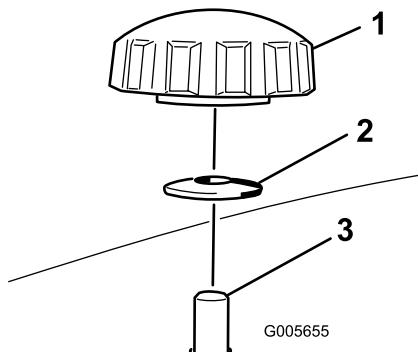

Figure 16
4. Retirez les 2 boutons et rondelles bombées qui fixent le déflecteur droit au plateau de coupe (Figure 16).
- 5. Déposez le déflecteur droit et abaissez le déflecteur d'herbe sur l'ouverture d'éjection, comme montré à la Figure 16 et la Figure 17.
5. Insérez le déflecteur droit sous le plateau de coupe et fixez-le en place avec 2 boutons et les rondelles bombées (face concave vers le plateau de coupe) comme montré à la Figure 16 et la Figure 17.